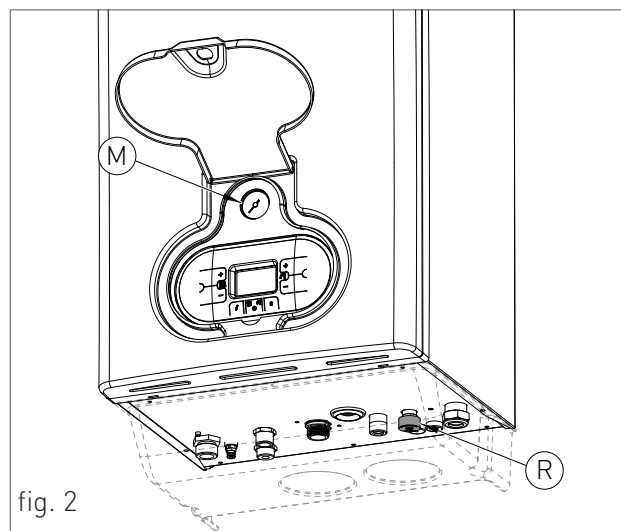
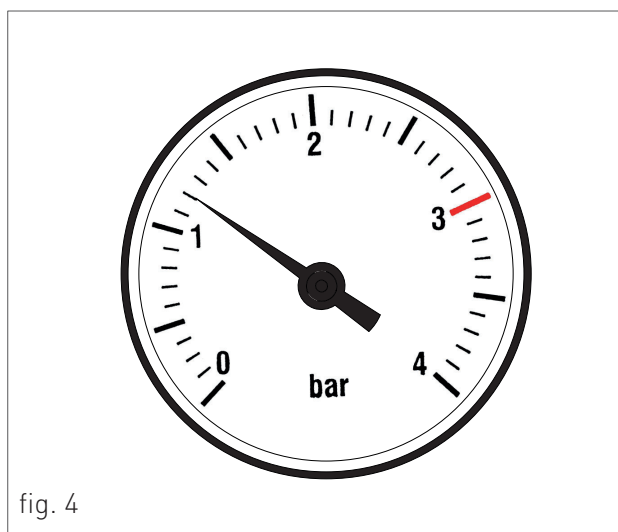

fig. 2
fig. 4
**QUESTA CALDAIA È STATA CONCEPITA PER L'INSTALLAZIONE ALL'ESTERNO IN UN LUOGO PARZIALMENTE COPERTO (VEDI FIG.2 AL CAPITOLO 'SPAZI TECNICI MINIMI E POSIZIONAMENTO').**
3. aprire il rubinetto di carico "R" (fig. 2);
5. controllare attraverso il manometro "M" (fig. 2) che la pressione dell'impianto raggiunga 1.2 bar (fig. 4);
6. ad operazione avvenuta, assicurarsi che il rubinetto di carico "R" (fig. 2) sia ben chiuso.
8. se dopo le suddette operazioni si rilevasse una diminuzione della pressione dell'acqua nell'impianto, aprire di nuovo il rubinetto di carico "R" fino a che la pressione nel manometro non segni 1.2 bar (fig. 4)